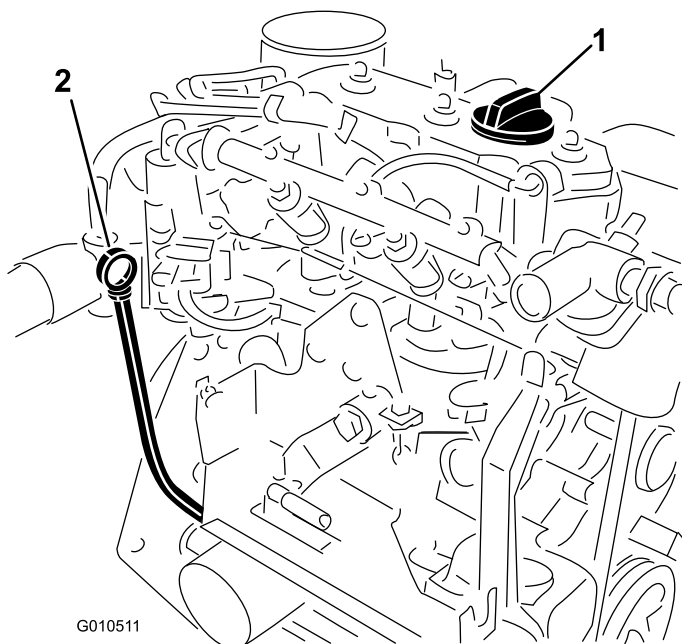

Рисунок 15
2. Выньте масляный щуп (Рисунок 15) и протрите его чистой ветошью. Вставьте щуп в трубку и убедитесь, что он посажен до упора. Выньте масляный щуп и проверьте уровень масла.
3. Если уровень масла низкий, снимите крышку заливной горловины (Рисунок 15) и долейте столько масла, чтобы поднять его уровень до метки Full на масляном щупе.